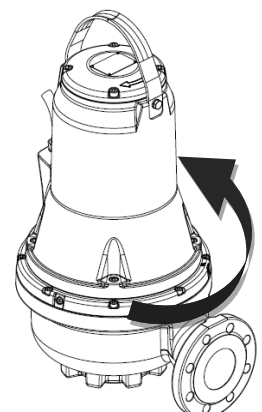

Abb. 10 Ruckrichtung
2. Die Pumpe ein- und ausschalten. Dabei die Richtung der Rückbewegung beobachten. Bei richtigem Anschluss dreht die Pumpe im Uhrzeigersinn, d.h. die Pumpe führt beim Einschalten einen Ruck gegen den Uhrzeigersinn aus. Siehe Abb. 10. Bei falscher Drehrichtung die Spannungsversorgung abschalten und zwei der eingehenden Netzleiter tauschen.